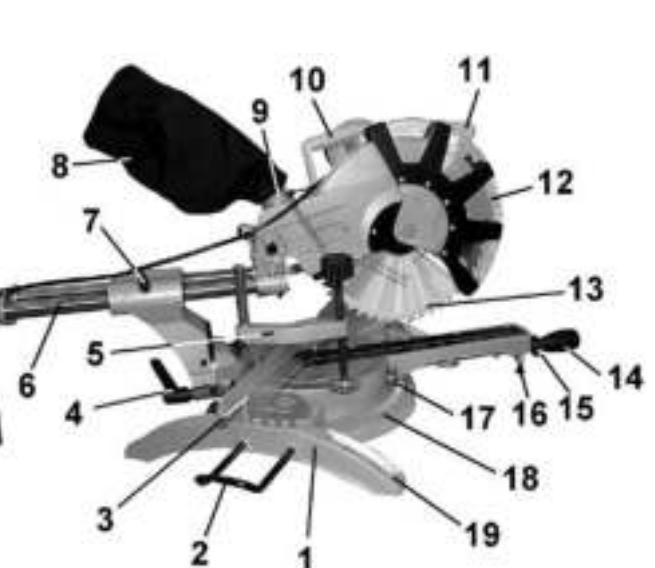

Рис. 2
7.1. Пила состоит из следующих сборочных единиц и деталей. (Рис. 2; 3)
8. СБОРКА И ПОДГОТОВКА К РАБОТЕ, Рис. 2÷7
8.2. Приведение пилы в верхнее положение (Рис. 2; 3; 6; 7)
- 8.3. Транспортировка (Рис. 2; 6; 7)**
- ПРЕДУПРЕЖДЕНИЕ:** Прежде всего, убедитесь в том, что пила отключена от сети. Фиксатор (28) служит для фиксации пилы в нижнем положении только для транспортировки, а не для пиления.
8.4. Установка поворотного стола в положение 0° (Рис. 2; 7)
8.5. Замена пильного диска. Пила KORVET 6-330C оснащена пильным диском (13) (Ø305мм x 30мм), Рис.2; 9. В комплект поставки не входят переходные кольца, предназначенные для установки пильного диска (13) с другими посадочными диаметрами.
8.5.1. Снятие пильного диска (Рис. 2; 7-10)